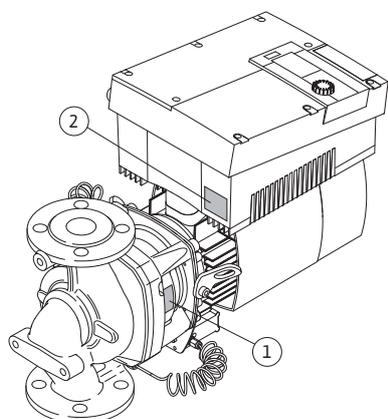

Fig. 11: Collocazione delle targhette dati:
- La targhetta dati pompa (fig. 11, pos. 1) contiene il numero di serie (Ser.-No.../...), che è necessario ad es. per l'ordinazione delle parti di ricambio.
- La targhetta dati modulo elettronico (modulo elettronico = inverter o convertitore di frequenza) (fig. 11, pos. 2) indica la denominazione del modulo elettronico utilizzato.